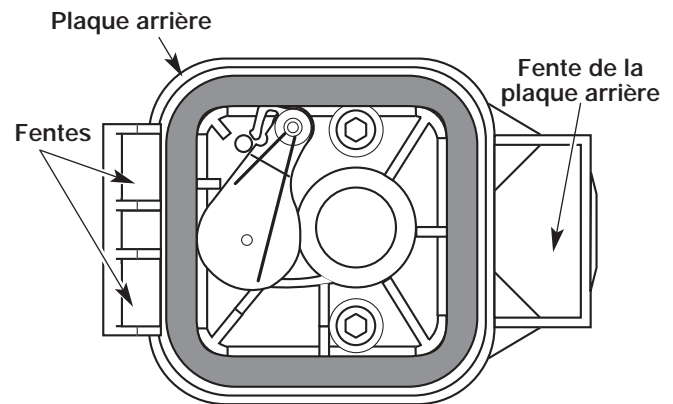

Figure 34
6. Remplacez le filtre (Fig. 34).
7. Réinstallez le couvercle du filtre à air Placez les crochets à gauche du filtre à air dans les fentes à gauche de la plaque arrière (Fig. 34).